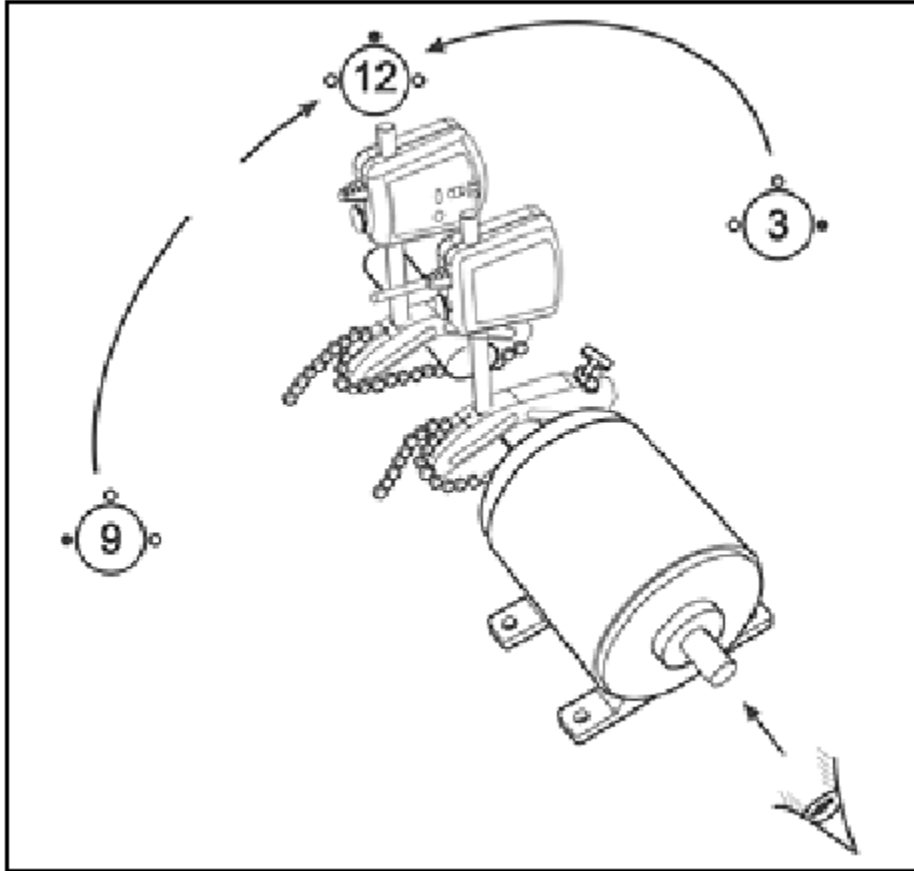

图 12. 12 点钟的位置
a) 将两个测量单元转到如图所示的 12 点钟的位置（见图 12）。